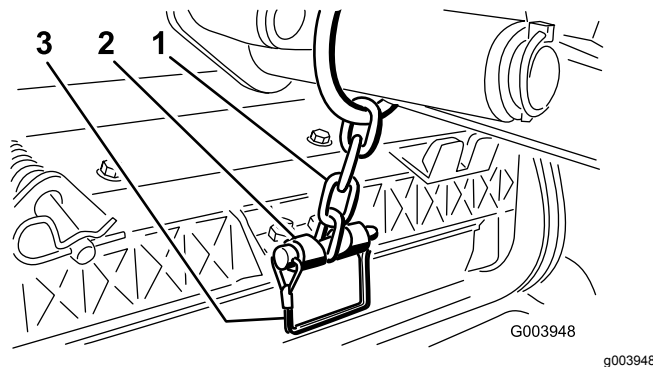

Figura 10
11. Sujete la cadena del brazo de elevación al soporte de la cadena con el pasador de seguridad (Figura 10).